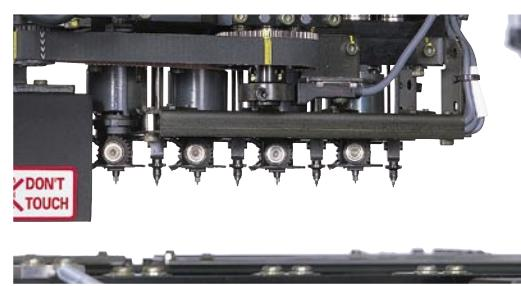

図6 YV100Xg FNCヘッド
- YV112の流れを受け継いで、ヘッドは狭ピッチのヘッドを一列に並べた「マルチヘッド」を熟成していった。アクチュエーターとして、エア機器メーカーと共同開発した高速ソレノイドバルブによるエア駆動としていたが、現在では全ヘッドサーボ化へ進化しつつある。また、運転中に吸着ノズルを切替える独自のFNC(Flying Nozzle Change)機構(図6)を開発し、実タクトの向上を果たした。